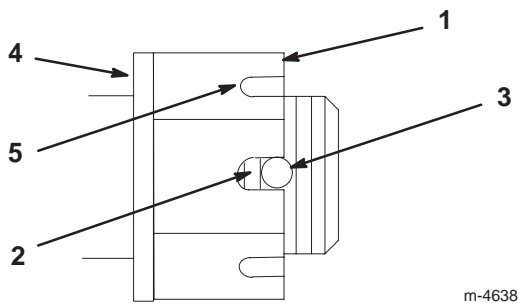

Bild 50
3. Ziehen Sie die Schlitzmutter mit 169,5 Nm an (Bild 50).
4. Überprüfen Sie den Abstand vom unteren Schlitzende in der Mutter zur Innenkante der Öffnung. Es sollten maximal zwei Gewinde sichtbar sein (Bild 50).
5. Wenn mehr als zwei Gewinde zu sehen sind, entfernen Sie die Mutter und fügen Sie eine Scheibe zwischen Nabe und Mutter ein (Bild 50).
6. Ziehen Sie die Schlitzmutter mit 169,5 Nm an (Bild 50).
7. Ziehen Sie die Mutter an, bis die nächste Schlitzreihe auf einer Linie mit der Öffnung im Schaft liegt (Bild 50).